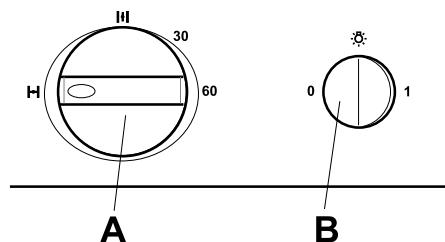

Fig. 15
1. Åpne spjeldet ved matlaging, Fig. 15.